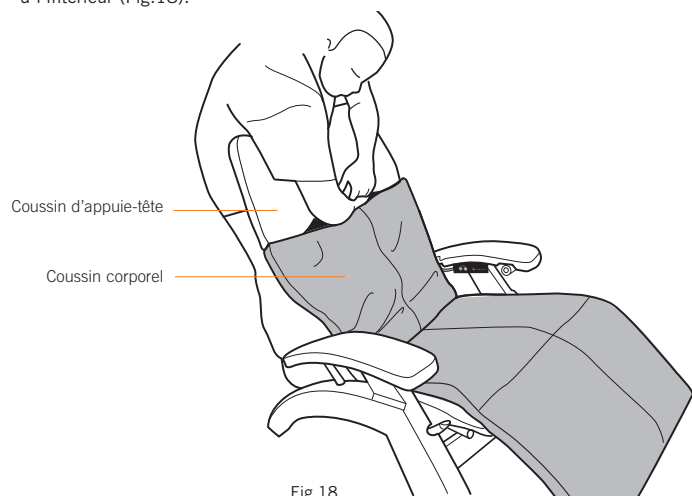

Fig.18
5. Insérez le rabat sur le haut du coussin corporel jusqu'au coussin d'appui-tête et lissez la partie inférieure du coussin d'appui-tête fermement à plat pour ancrer la fixation autoagrippante solidement à l'intérieur (Fig.18).